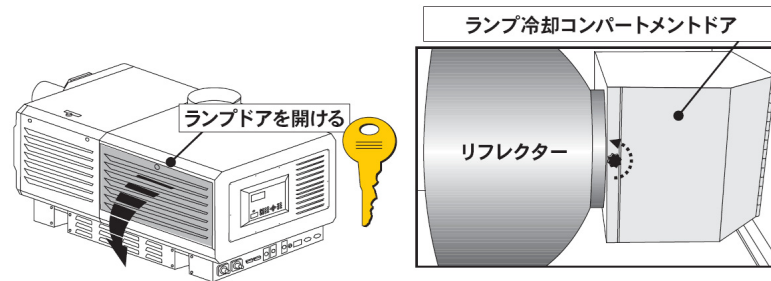

図 2.21 ランプドアおよび冷却コンパートメントを開く
**投影距離** ▶ 投影距離とは、**プロジェクターとスクリーンの間の距離** のことです (図 2.21)。あらゆる設置において、使用するスクリーンに画像サイズをなるべく一致させるためには、プロジェクターを正確な投影距離に置く必要があります。プロジェクターがスクリーンから遠いほど、画像は大きくなります。ズームレンズでは、使用場所で最も適切なレンズが取り付けられるように、所定の投影距離で得られる大体の最小および最大の画像サイズを知っておくことをお勧めします (投影距離 / スクリーン幅 = レンズの投影比)。